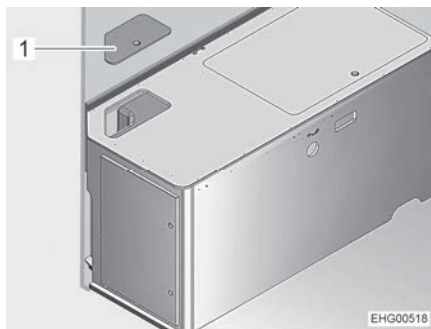

Bild 110 Sänglåda vänster
- Ta av servicelucka (Bild 110,1).